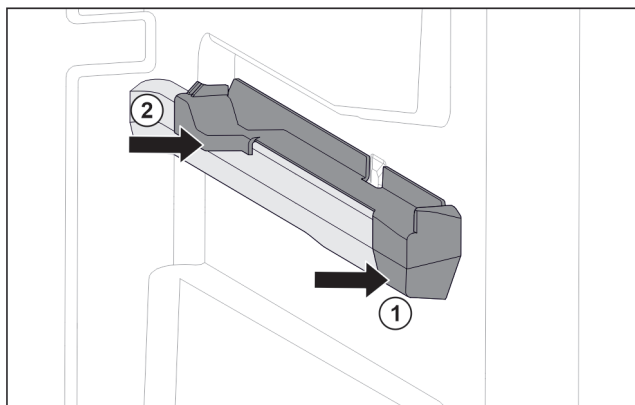

Fig. 132 Élément emboîtable sur la nervure de récipient droite
- Poser le devant de l'élément emboîtable contre la nervure de récipient. Fig. 132 (1)
- Enfoncer l'arrière de l'élément emboîtable. Fig. 132 (2)